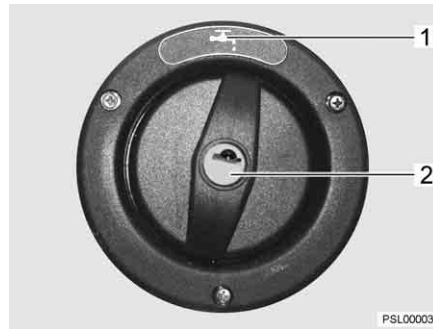

Bild 39 Verschlussdeckel für Trinkwasser-Einfüllstutzen
- ▷ Der Trinkwasser-Einfüllstutzen ist mit dem Symbol "☰" (Bild 39,1) gekennzeichnet.
- Schlüssel in Schließzylinder (Bild 39,2) stecken und entgegen dem Uhrzeigersinn drehen.